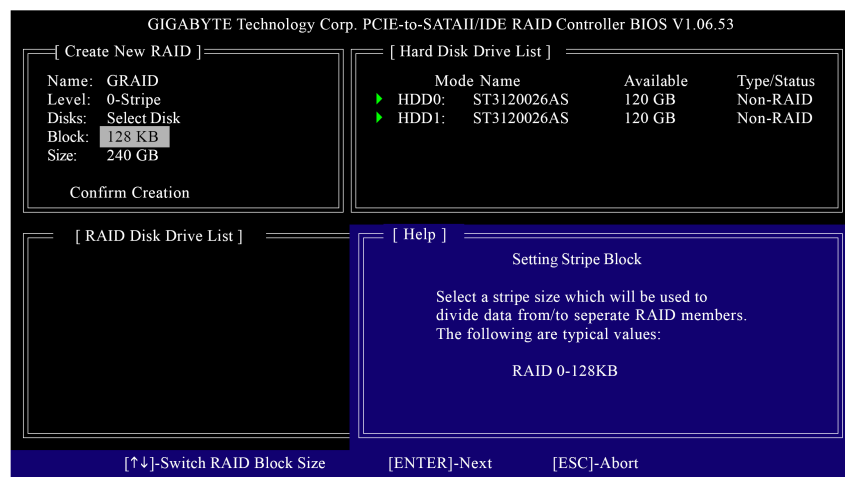

図 7
- Set Block Size (RAID 0 のみ): Block 項目で、上下矢印キーを使用して 4K~128K のブロックサイズを選択します(図 7)。ENTER を押して終了します。